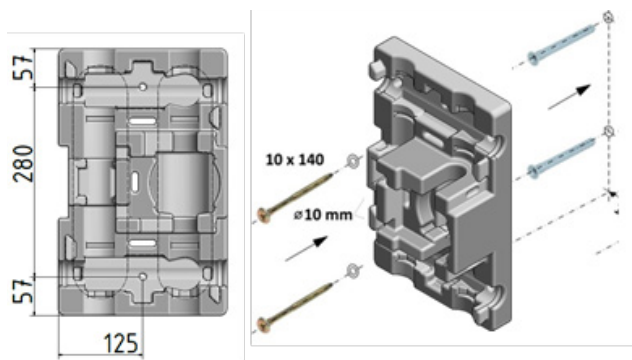

Abb.1: DN32 Pumpengruppe Wandmontage
Ablauf der Installation der Pumpengruppe direkt an die Wand (Abb. 1):
2. Iso-Unterschale an der Wand positionieren und Bohrlöcher markieren oder alternativ die Lochbemaßung gemäß Abb. 1 markieren.